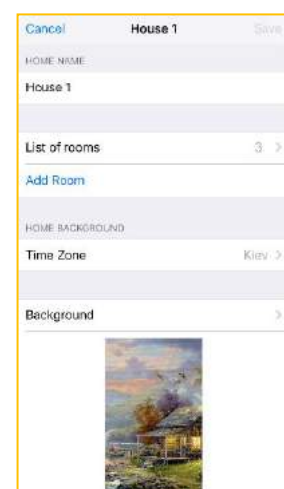

Abbildung 33
10.8.3. Erforderliche Angaben ändern (Abb. 33):